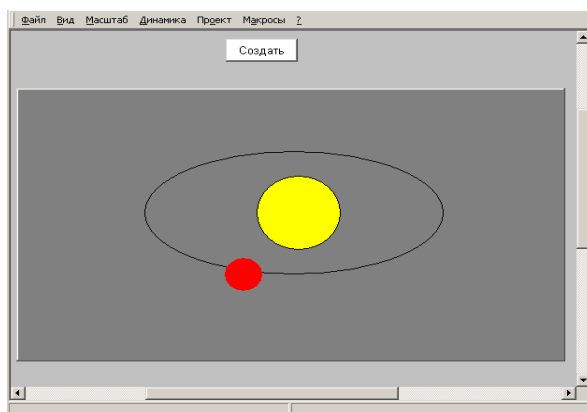

Рис. 8.6. Мнемосхема «Солнечная система» в действии
32. Удалите с Вашей формы видимые объекты LabSun, LabPlanet, LabOrbita и реализуйте функцию создания этих объектов и их динамик с помощью VBA. Для этого откройте Редактор Visual Basic и реализуйте в методе Create() создание объектов LabSun, LabPlanet и LabOrbita. Для создания визуального объекта LabSun опишите объект Sun типа GwxEllipse, который будет связан с визуальным объектом с помощью метода CreateEllipse, в качестве параметров которого указываются расположение объекта на экранной форме, ширину, высоту, наличие заполнения, цвет заполнения, цвет линии, ширину линии, тип линии, наличие тени, цвет тени, тип краев, видимость объекта и имя объекта. Данный метод может быть вызван только (!) в режиме разработки, поэтому сначала необходимо остановить режим исполнения с помощью метода StopRuntime(), а после запустить режим исполнения с помощью команды StartRuntime(), как показано на Рис. 8.6.